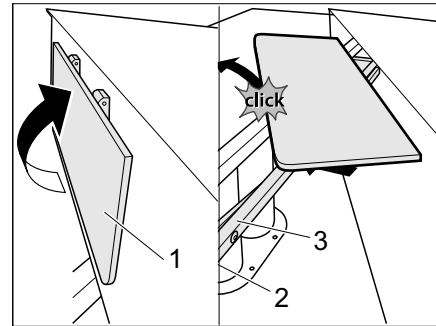

Fig. 118 Installer le bord d'appui
- Déverrouiller le bord d'appui (Fig. 118,1) et le basculer vers le haut jusqu'à ce qu'il s'encliquète.